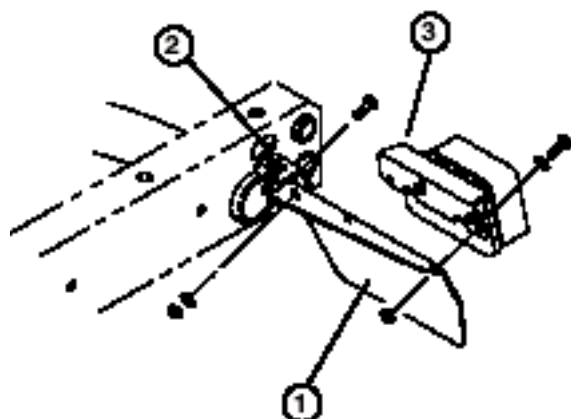

Figura 1
3. Fixe a parte traseira de cada uma das chapas da luz traseira à parte de trás dos suportes do chassis com um parafuso $\frac{5}{16}$ -18 x 1" lg., uma anilha de chapa de 0,344" I. D. e porca, conforme figura 1.
4. No lado esquerdo, retire os parafusos (2), anilhas e porcas que fixam o suporte de montagem da luz traseira à chapa de montagem.